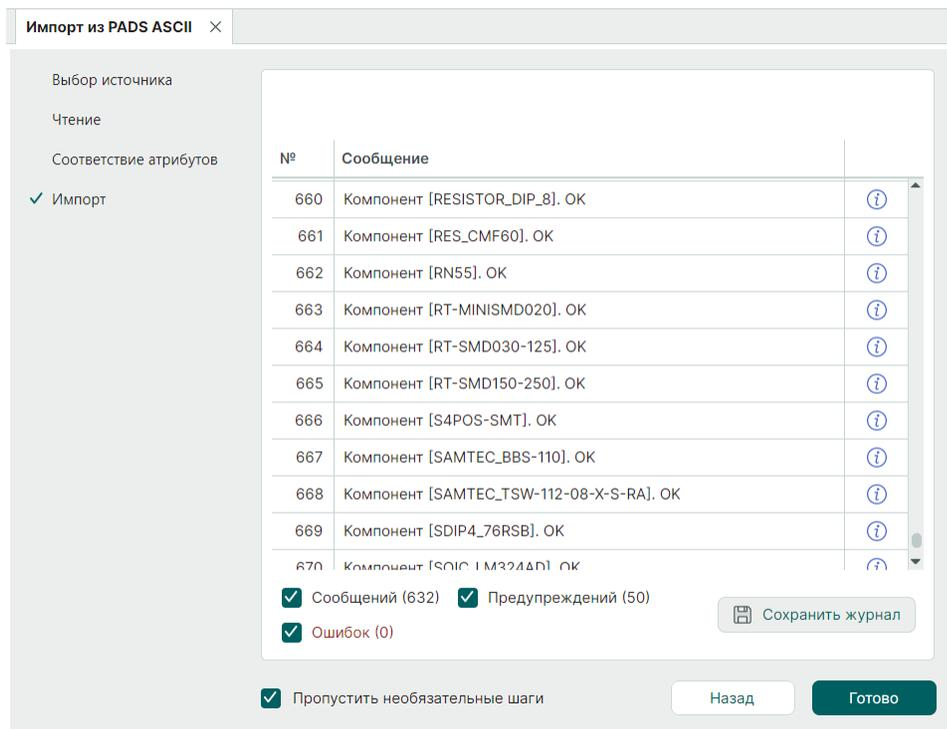

Рис. 13 Завершенный процесс импорта
8. На следующем этапе дождитесь завершения процесса импорта библиотеки и нажмите «Готово», см. Рис. 13.